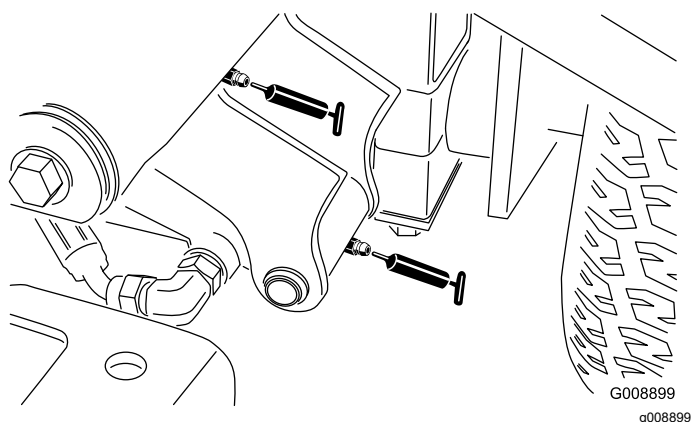

Figura 42
- Perno del braccio di sollevamento sinistro anteriore e cilindro di sollevamento (2) (Figura 42)